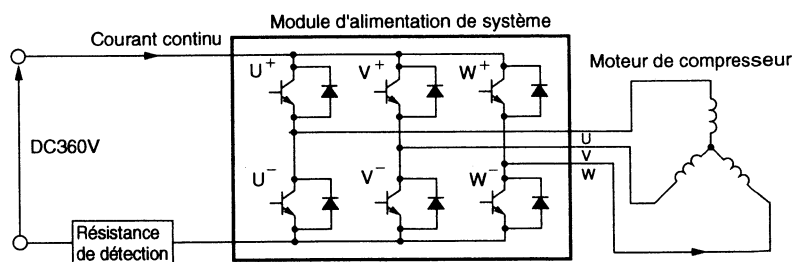

Fig. 8-6
- (1) Comme indiqué sur Fig. 8-6, les transistors U⁺ et V⁻ du module d'alimentation sont excités pour que le courant soit appliqué au bobinage du moteur.